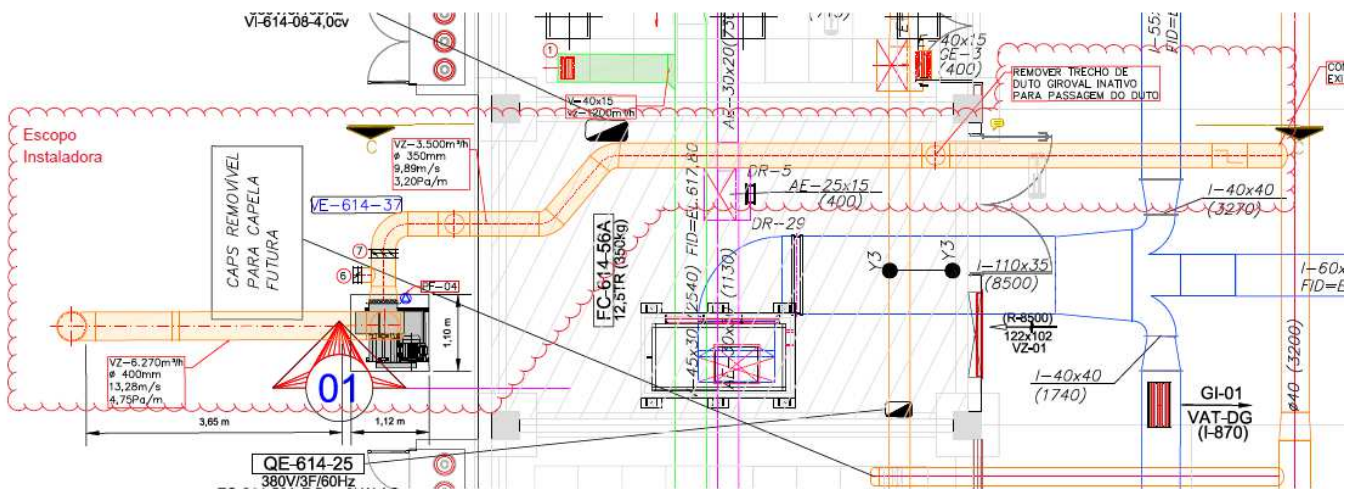

Figura 11 – Duto de exaust o S10
- Fornecimento e instala o de Duto em PP na sa da do ventilador de exaust o, conforme mostrado em na figura 11.
- Duto em PP na entrada do ventilador de exaust o, conforme sinalizado na figura 11 como escopo de instaladora.